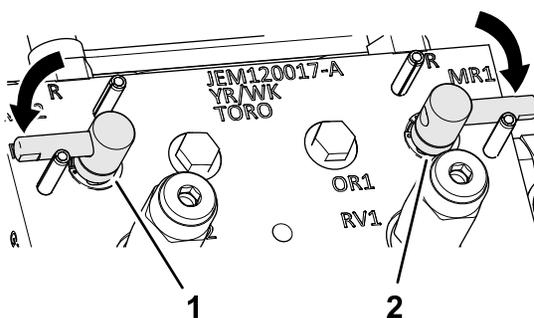

図 151
- バックラップレバーをF刈り込み位置にセットする 図 151。